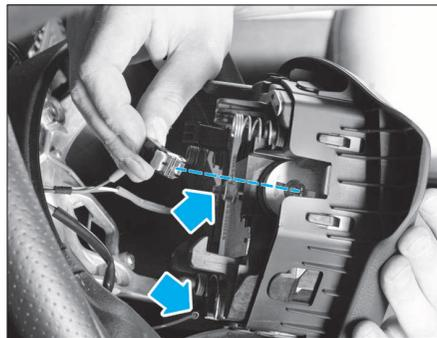

FIG. 3
- Débrancher les deux connecteurs de l'airbag et celui de l'avertisseur sonore afin de pouvoir déposer le module d'airbag (Fig.3).